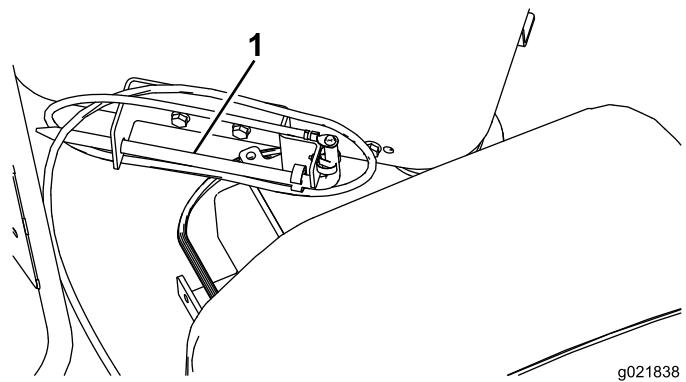

Рисунок 85
2. Переведите буровую каретку полностью вниз в буровую раму и произведите распыление состава для резьбовых соединений на резьбовую поверхность шпинделя, затем верните буровую каретку в верхнюю часть рамы (Рисунок 85).
1. Удалите стойку заземления с держателя на стороне платформы оператора (Рисунок 85).